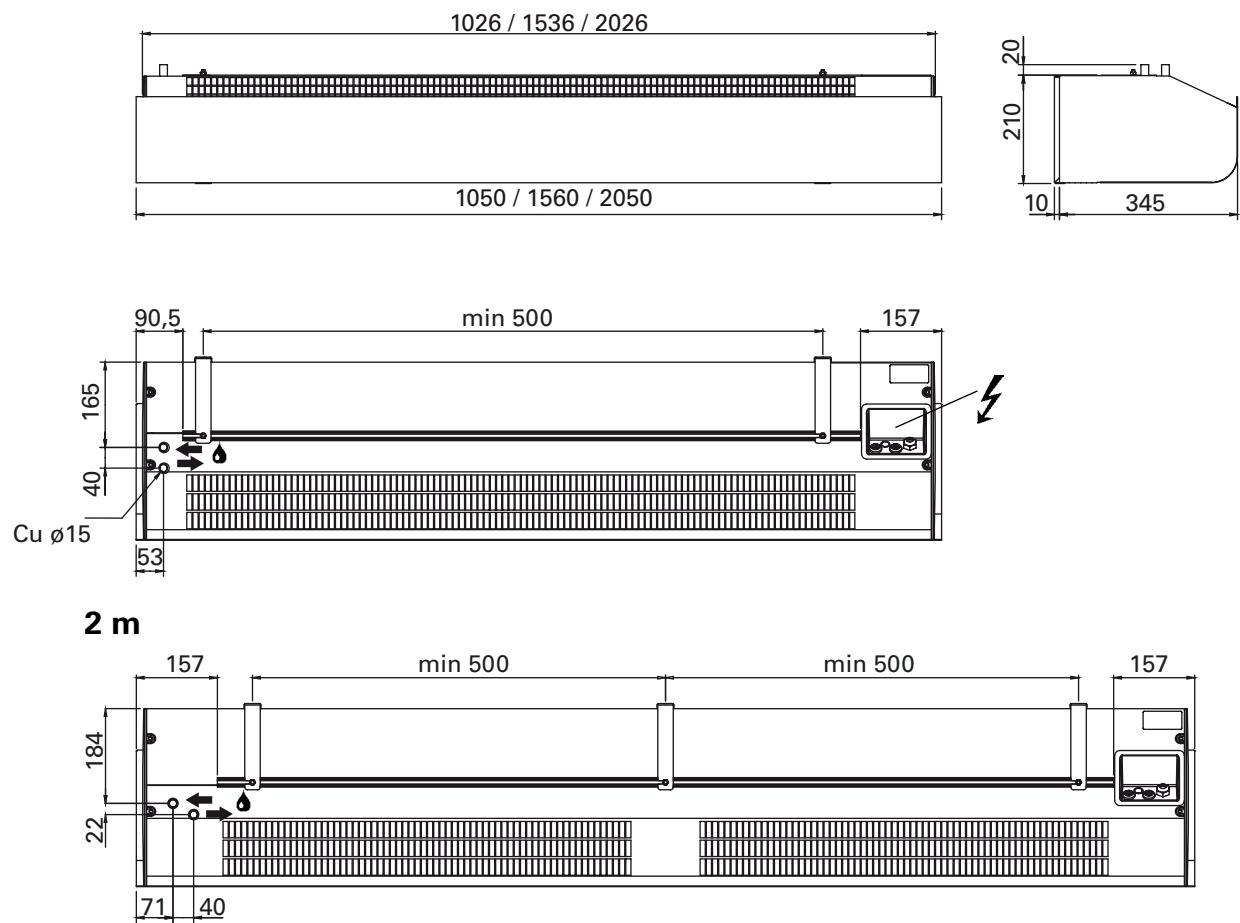

Fig.1
1. Montera konsolerna på väggen, se fig.6A och måttkiss fig.1. Om väggen är ojämnmåste konsolerna kompenseras för detta.